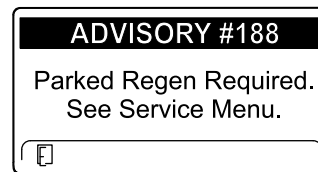

Figura 41
- Richiesta di rigenerazione parcheggiata ADVISORY #188 (Figura 41)